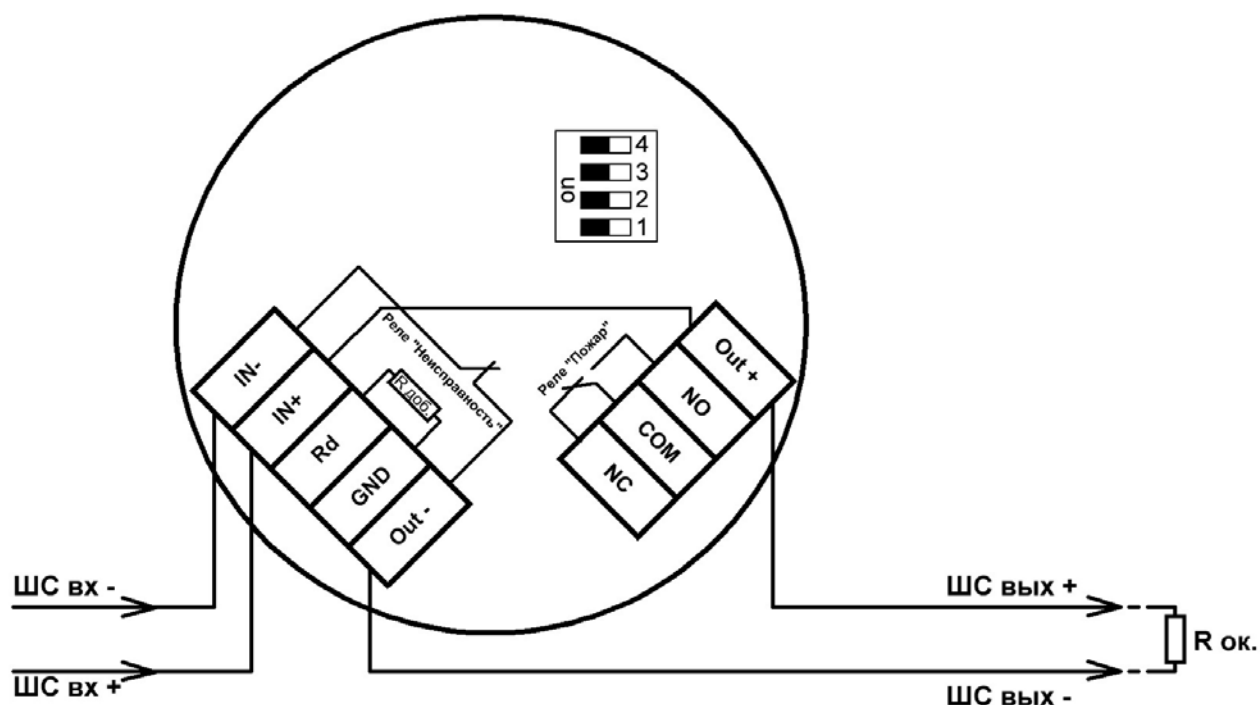

Рисунок 5 – 2-х проводная схема подключения
Все внешние провода подводятся к извещателю через внутреннее клеммное отделение, являющееся составной частью извещателя. Используются нажимные клеммы Wago для проводов сечением от 0,08 мм2 до 2,5 мм2. Подключение извещателя осуществляется по 2-х или по 4-х проводной линии связи в соответствии с рис. 5 - 7 настоящего РЭ.
- осуществить монтаж соединительного кабеля в кабельном вводе и соединить проводники в соответствии со схемой подключения к ППК, рис. 5 - 7.